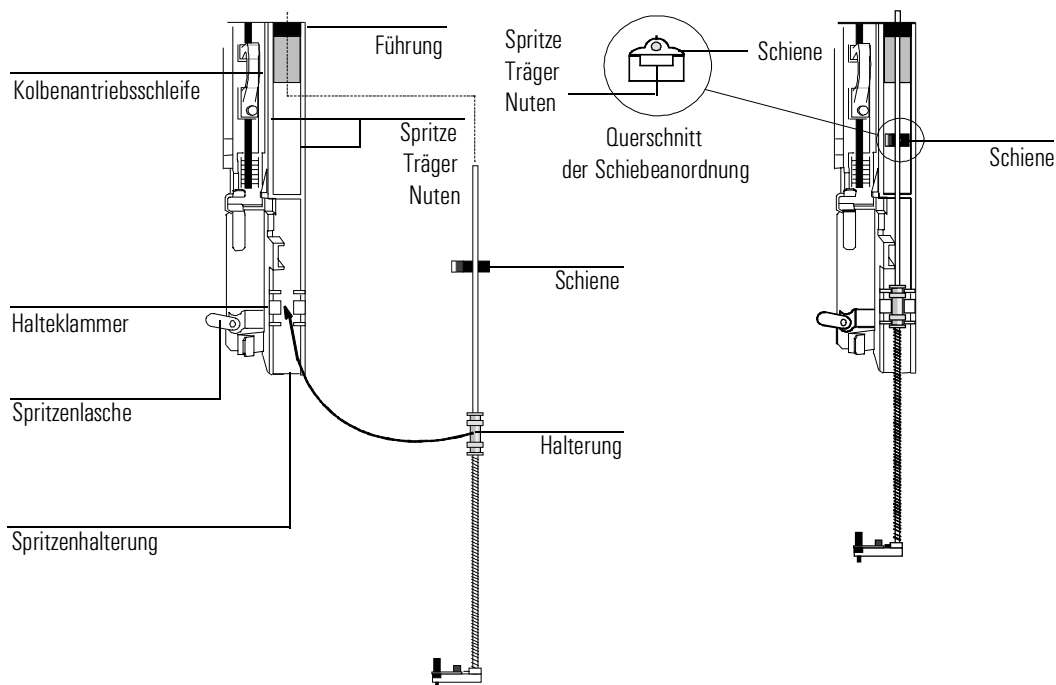

Abbildung 14 Installation der Nadelführungseinheit (hier 250 /320 μm)
- Drehen Sie die Nadelführungseinheit, bis sich die flache Oberfläche gemäß Abbildung 14 in den Nuten verschieben lässt.